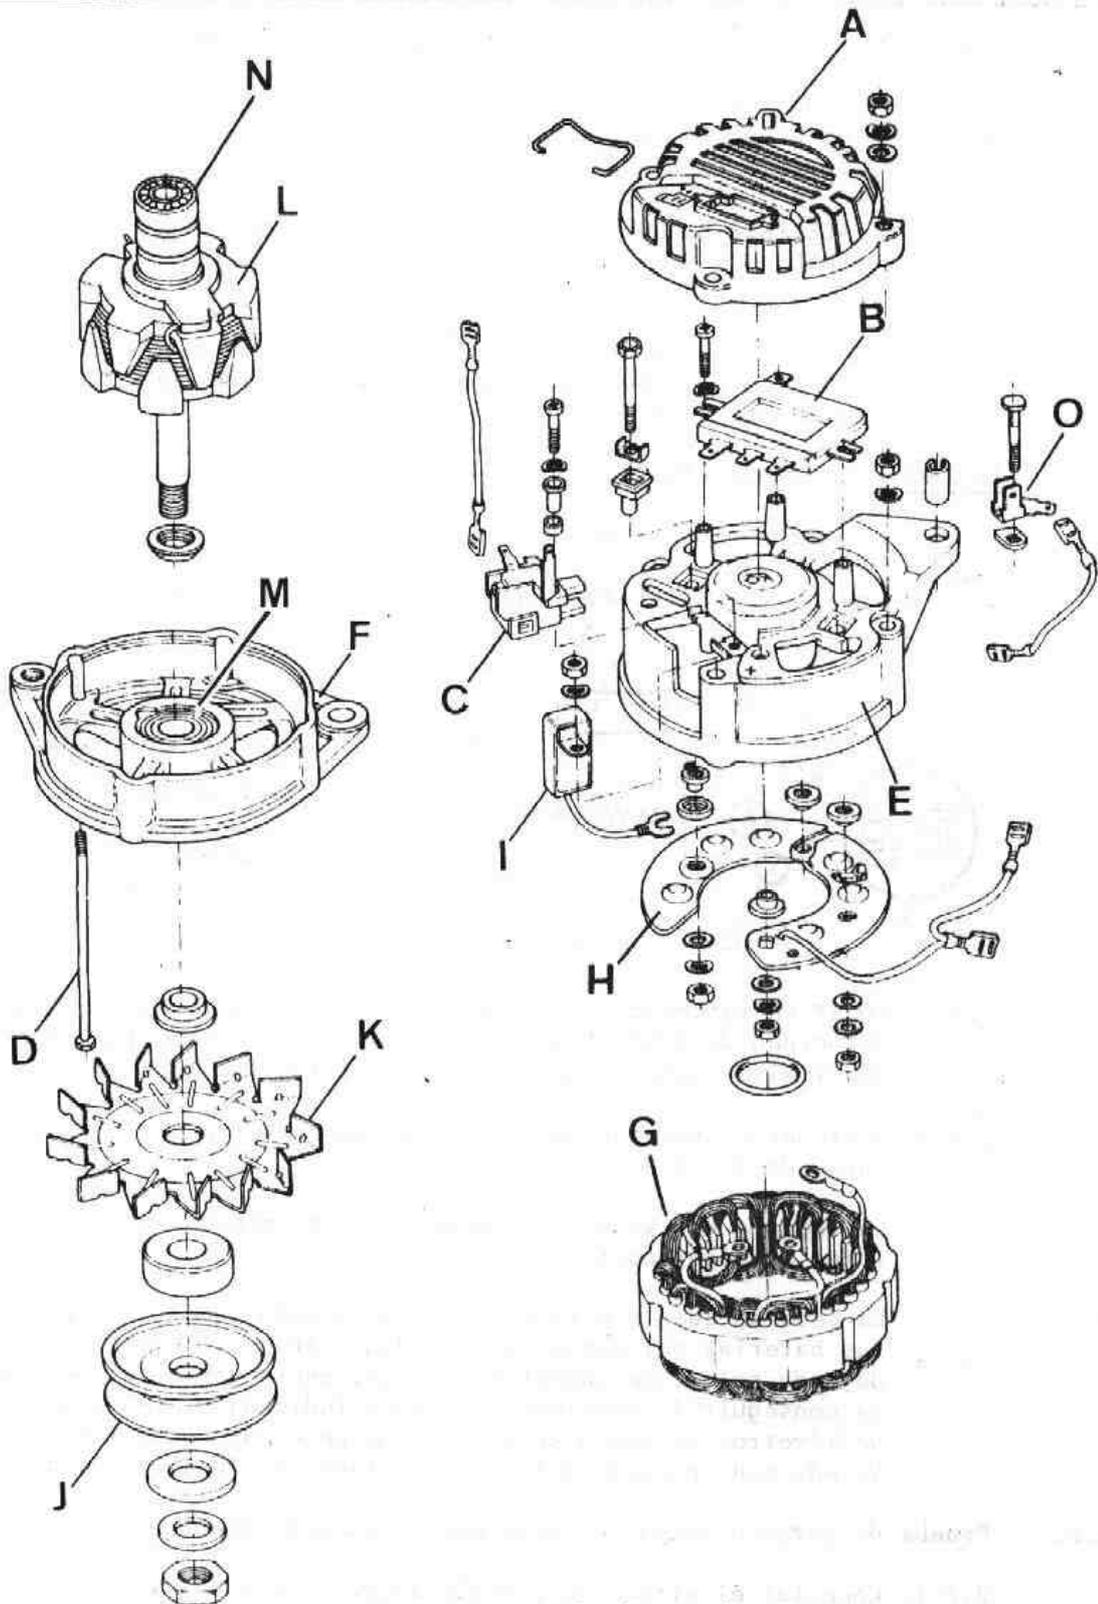

Fig. N-4 Desarmado del alternador
- 3.1. Desmontar las tuercas y arandelas que fijan el protector de plástico, A - - (Fig. N-4) y retirarlo.
- 3.2. Desconectar del regulador, B (Fig. N-4) los terminales que lo unen al alternador. Desmontar los tornillos que fijan el regulador al alternador y retirarlo.
- 3.3. Desmontar el tornillo que fija el portaescobillas, C (Fig. N-4) y extraerlo.
- 3.4. Desmontar los tornillos, D (Fig. N-4) que fijan entre sí los soportes E y F.
- 3.5. Desmontar los cuatro tornillos con sus tuercas y aislantes, pudiendo así retirar el arrollamiento, G, la placa rectificadora, H y el condensador, I (Fig. N-4).
- 3.6. Desmontar la polea, J, y el ventilador, K (Fig. N-4) junto con sus casquillos. Para desmontar la tuerca del extremo del rotor, introducir una llave Allen en el exágono que dispone la punta del eje.
- 3.7. Separar el soporte, F (Fig. N-4) del rotor, L.
- 3.8. Extraer el rodamiento, M (Fig. N-4) del soporte, F, y con ayuda de extractor desmontar el rodamiento N del rotor.
- 4.1. Montar sobre el soporte, E (Fig. N-4) los tres tornillos de cabeza exagonal con sus respectivos aislantes. Igualmente se instalará el tornillo que fija el terminal triple -0- con su aislante, el cual se instalará en el orificio junto al signo (+) del soporte.
- 4.3. Instalar la placa rectificadora, H (Fig. N-4) con los cables de conexión del regulador hacia el exterior.
- 4.5. Sobre el tornillo que queda libre, se conectará el terminal del condensador, I (Fig. N-4) con su tuerca y arandela.
- 4.7. Montar el cojinete de bolas N (Fig. N-4) del rotor y el M del soporte, F.
- 4.9. Montar el ventilador, K, y la polea, J (Fig. N-4) con su casquillo y apretar la tuerca de retención de 8/2/10 mkg.
- 4.10. Unir los dos subconjuntos formados anteriormente, por medio de cuatro tornillos, D (Fig. N-4) con sus tuercas y arandelas, apretándolas a un par de 0,4 á 0,15 mkg. Sobre uno de estos tornillos, también se fijará el condensador, I.
- 4.11. Montar el portaescobillas, C (Fig. N-4) fijándolo con su tornillo.
- 4.12. Montar el regulador, B (Fig. N-4) fijándolo con sus tres tornillos y arandelas de freno.